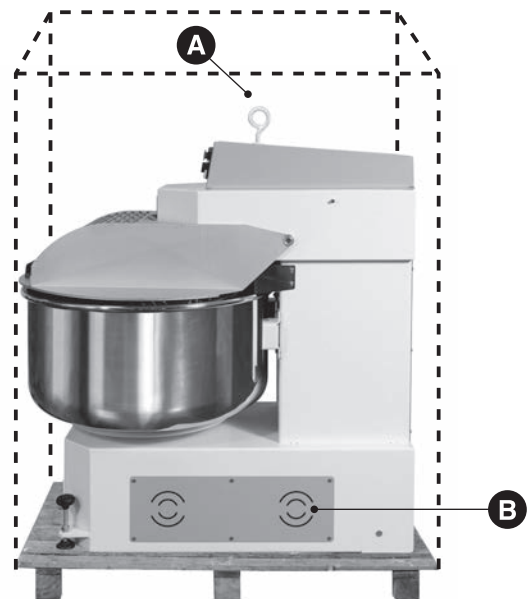
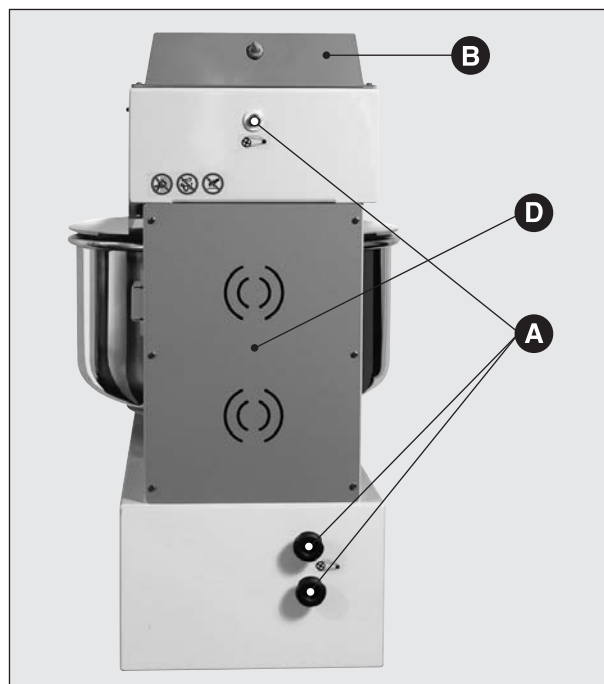

Fig. 2
Fig. 3
Sollevare la macchina, prendendola per il golfare (Fig. 2 A), con un sollevatore a ruote e sfilare la macchina dalla cassa.
- per le parti interne della macchina, smontare i pannelli (**Fig. 3 C** e **D**) ed eseguire la pulizia della macchina tenendo conto dell'eventuale presenza di grasso e polvere alimentare; rimontare infine i pannelli.
- **Tensionamento cinghie:** una volta all'anno, o in caso di irregolare funzionamento della macchina (perdita di giri), verificare il corretto tensionamento delle cinghie di trasmissione. Smontare i pannelli (**Fig. 2 B** e **3 C**), accertarsi che le cinghie siano sufficientemente tese, e, in caso di necessità, avvitare la vite e i pomelli (**Fig. 3 A**) contrassegnati dall'apposito simbolo senza esagerare nel tensionamento delle cinghie; rimontare infine i pannelli.